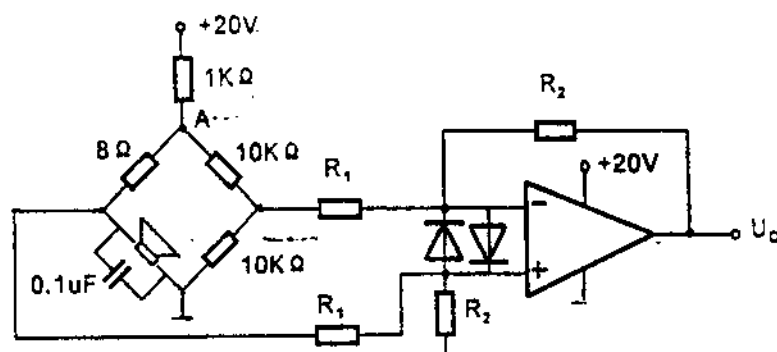

图2.1.15
a. 声电转换电路可 adopt 电桥，其输出电压为一差动信号，送给前置放大器。声电转换电路及前置放大器可参考图2.1.15。
声电转换电路和前置放大器可采用图 2.1.15 所示电路, 其中 $R_1=100K\Omega$, $R_2=1M\Omega$, 电源电压为+15V。